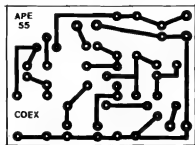

Fig.2
- FIG. 2 - LAY OUT DO CIRCUITO IMPRESSO ESPECÍFICO - Sem a menor complicação, o padrão cobreado de ilhas e pistas, em tamanho natural, é visto na figura... Sua grande simplicidade permite até que a traça (após a cópia com carbono, sobre a face cobreada de um fenolite virgem...) seja feita por métodos manuais, com caneta apropriada e tinta ácido resistente (a ausência de integrados facilita esse método menos sofisticado de confecção...). Entretanto, quem quiser um acabamento "bonitinho" e profissional (feito apresenta o diagrama...), deve recorrer aos decalques ácido-resistentes, que sempre promovem uma estética melhor... Não esquecer da "velha" e obrigatória verificação final, cuidadosa, na busca de defeitinhos (falhas, "curtos", etc.) que devem ser corrigidos antes de se começar a inserção e soldagem das "pernas" dos componentes... Os Leitores/Hobbistas iniciantes devem também ler com atenção as **INSTRUÇÕES GERAIS PARA AS MONTAGENS**, onde fatores fundamentais para a boa confecção e utilização de Impressos são devidamente detalhados...